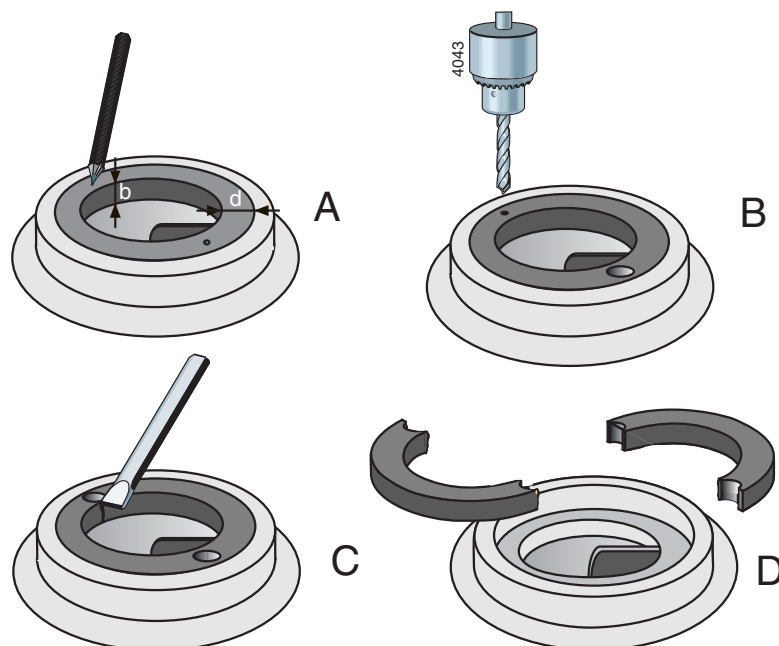

Bild 1: Borttagning av slitring.
- 1 Mät ringens tjocklek (D) och bredd (B), se bild 1 A.
- 2 Slå ett kärnslag i mitten av ringens kant på 2 motsatta ställen, se bild 1 B.
- 3 Använd en borrar med en diameter som är något mindre än ringens tjocklek (D) och borra två hål i ringen, se bild 1 C. Borra inte djupare än ringens bredd (B). Se till att pumphusets monteringsyta inte skadas.
- 4 Hacka igenom resten av ringtjockleken med ett stämjärn. Ringen kan då tas ut ur pumphuset i 2 delar, se bild 1 D.